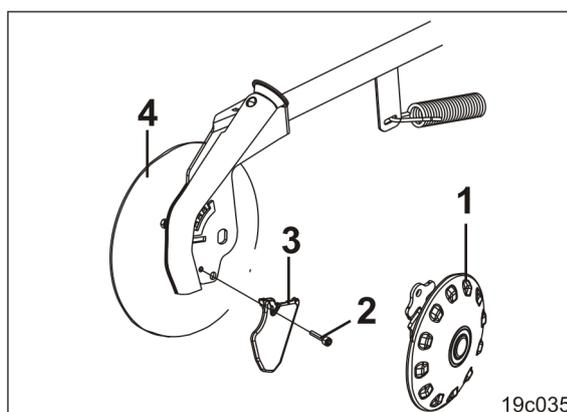

Рис. 235
1. Демонтируйте дисковый ограничитель глубины (Рис. 235/1) (см. главу «Монтаж дискового/роликового ограничителя глубины», стр. 142).
2. Ослабьте винт с цилиндрической головкой (Рис. 235/2) (момент затяжки винта 30-35 Нм).
3. Замените изнашивающийся наконечник (Рис. 235/3) и смонтируйте в обратном порядке.
Изнашивающийся наконечник (Рис. 235/3) не должен выступать за край высевного диска (Рис. 235/4). При необходимости замените высевной диск.